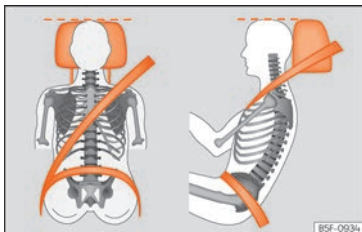

Fig. 3 Banda del cinturón y apoyacabezas ajustados correctamente.
- Ajuste el apoyacabezas de modo que el borde superior quede, en la medida de lo posible, a la altura de la parte superior de la cabeza, en ningún caso por debajo de los ojos. Mantenga la nuca lo más cerca posible del apoyacabezas »» fig. 3.